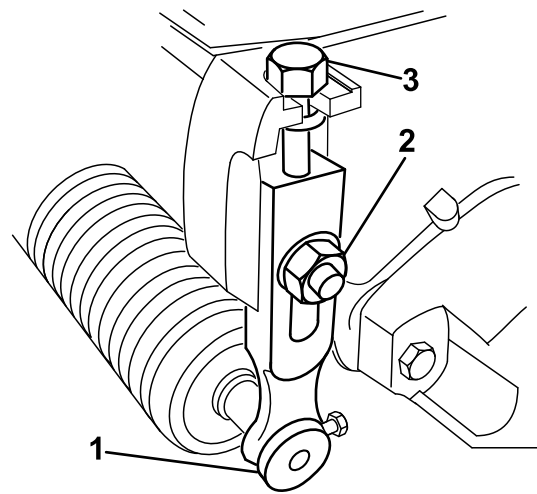

Figura 14
1. Slăbii contrapiulițele care fixează braele pentru înălțimea de tăiere de plăcile laterale ale unității de tăiere (Figura 14).